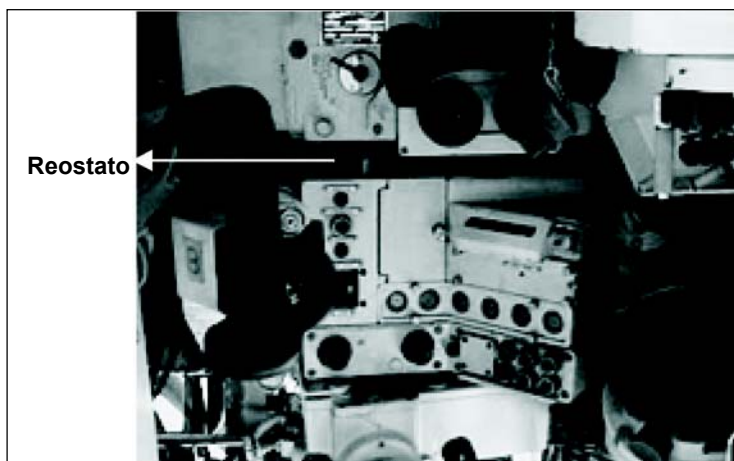

Fig 7-10. Caixa de comando do SACT
1) Caixa de comando do SACT (Fig 7-10 e 7-11) - Localizada sobre a caixa de controle e regulagem do atirador, contém os diferentes comandos que permitem: